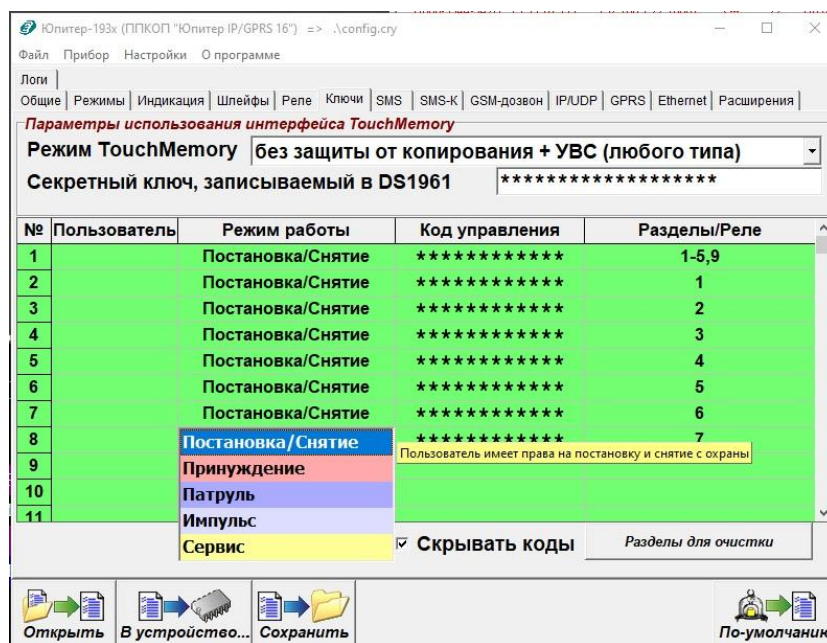

Рисунок 21 – Выбор режима работы кода в программе Конфигуратора
- в программе Конфигуратора режим выбирается из списка (рисунок 21);